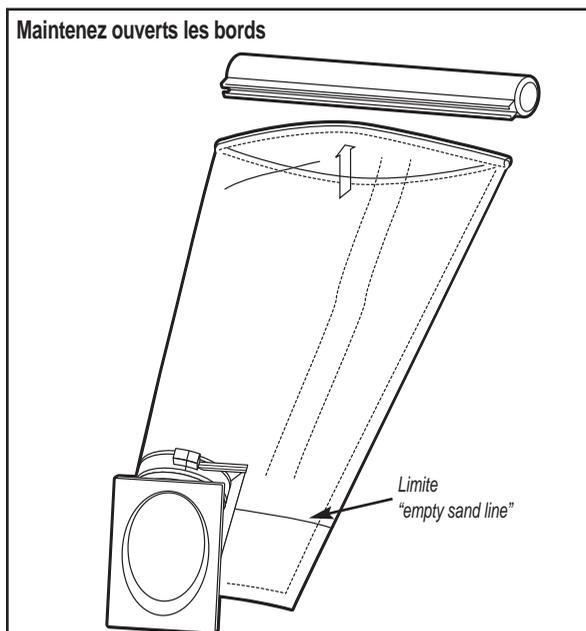

Figure 3B
3. Maintenez ouverts les bords et secouez le sac pour éliminer les déchets (figure 3B).